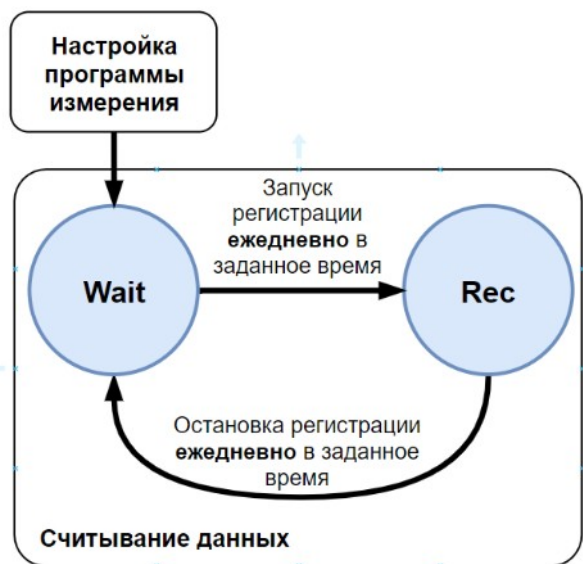

Рисунок 5: Суточные циклы
3. **Суточные циклы (непрерывный)** (рисунок 5) - программа измерений запускается